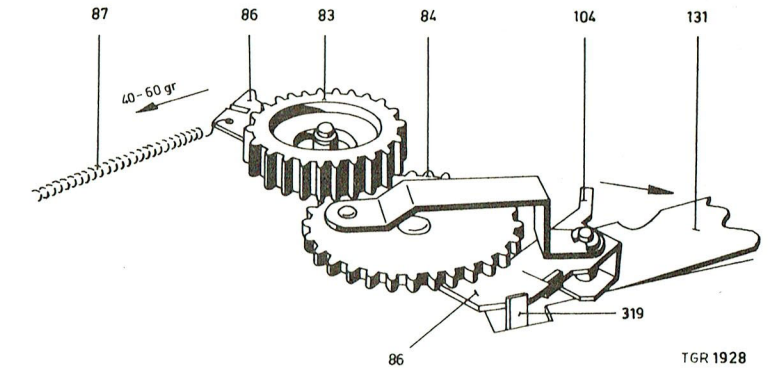

Fig. 1
a) En position de repos la patte de l'équerre d'arrêt 319 doit être appliquée sans jeu contre l'étrier de commande 86. Le ressort 87 doit exercer une force de traction de 40 à 60 g, voir fig. 1.
b) Pendant le cycle de changement, il doit y avoir un jeu de 0,05 à 0,1 mm entre l'étrier 86 et la patte de l'équerre d'arrêt 319, voir fig. 1.